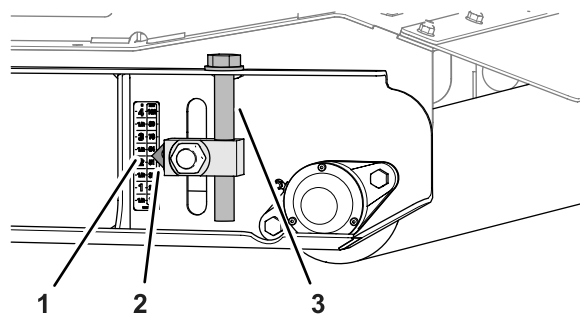

Рисунок 83
5. На заднем валике поднимите левый и правый регуляторы высоты скашивания до отметки «57 мм» («2¼ дюйма») на наклейке (**Рисунок 83**).